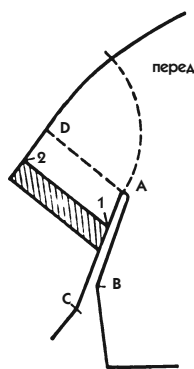
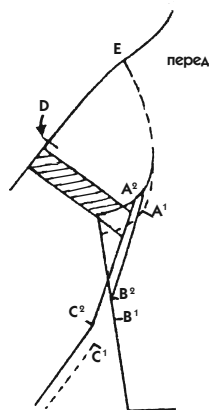

Рис. 703
Рис. 706
1. На копии лекала прилегающего лифа кимоно поместите засечку 1 на расстоянии 5 см от точки А на линии надреза АС (рис. 703).
3. **Подгиб.** На лекале следует предусмотреть припуск на подгиб. Проведите линию припуска на расстоянии 3 см от первой линии (заштрихованный участок на рис. 703).
- Длину рукава, подгиб и ластовицу начертите так же, как в пояснении к рис. 703, из расчета минимальной длины от точки А — 2,5 см (см. рис. 706).
6. Лучшей отправной точкой для сравнения всех трех примеров (рис. 703, 705 и 706) является засечка D.